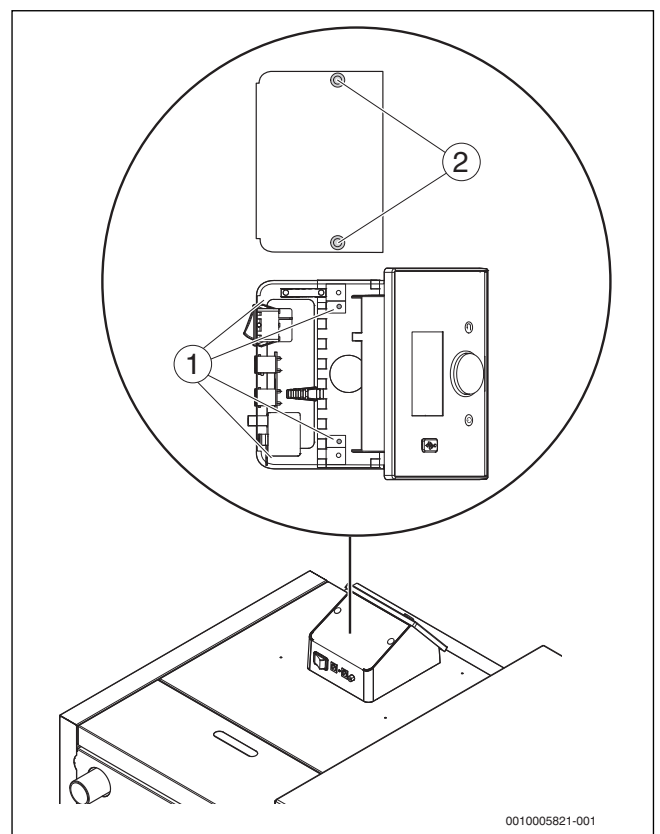

Рис. 22 Крепление системы управления
- ▶ Снимите крышку системы управления (→ рис. 22).
- ▶ Закрепите систему управления винтами на передней верхней облицовке и установите её на котёл. (→ рис. 22, [1]).
- ▶ Закройте систему управления крышкой (→ рис. 22, [2]).